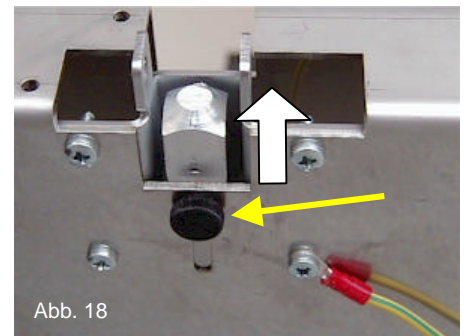

Abb. 18
- Zur Aktivierung der Blockiervorrichtung den in Längsrichtung beweglichen Bolzen bis zum Anschlag in die Führungsstange schieben und in dieser Position mit der Rändelschraube festschrauben (Abb. 18)